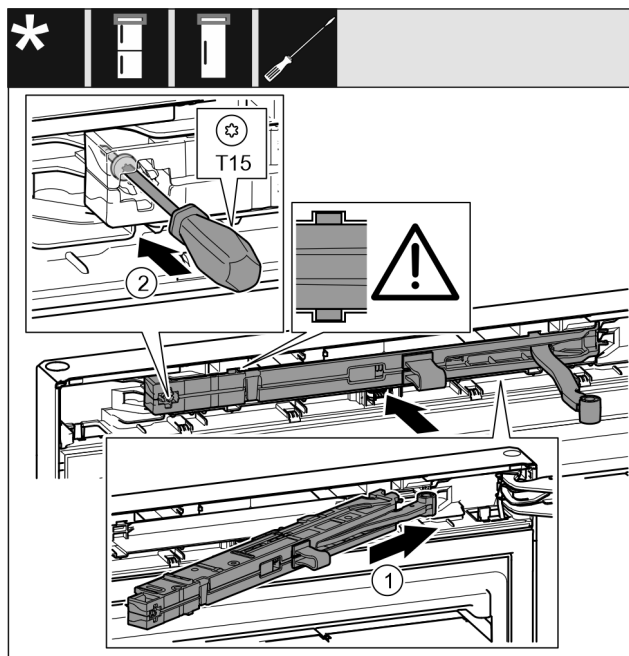

Fig. 20
- ▶ Ωθήστε τη μονάδα αποσβεστήρα κλεισίματος στην πλευρά του στηρίγματος μέχρι να τερματίσει λοξά στην εγκοπή. Fig. 20 (1)
- ▶ Σφίξτε τη βίδα με κατσαβίδι T15. Fig. 20 (2)